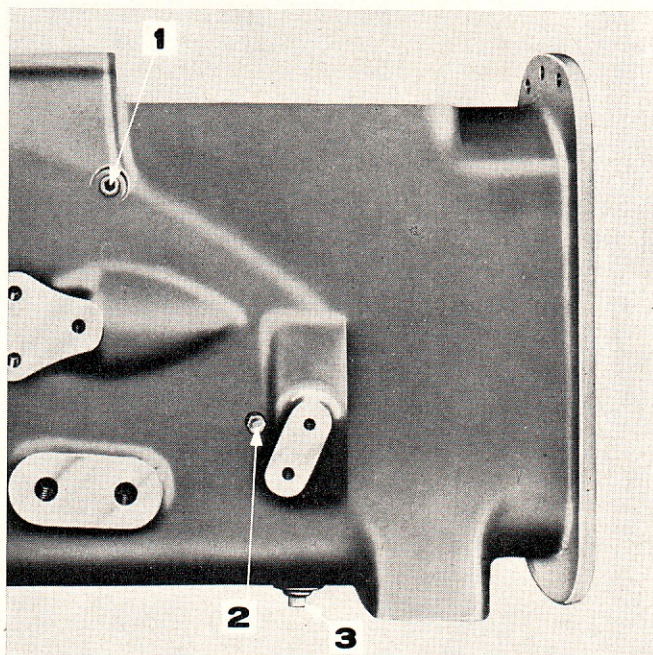

Figure 28: Côté gauche de la transmission
3. Si nécessaire, retirer le bouchon vissé sur le côté gauche du carter de transmission (fig. 28) et déposer le bonhomme de verrouillage de l'alésage.
1. Déposer la vis de retenue d'arbre de renvoi de marche arrière placée à l'extérieur du carter de transmission (fig. 28). Pousser l'arbre de renvoi vers l'avant et retirer la fourchette 4ème/6ème.
3. Fixer l'arbre avec la vis de retenue et la rondelle d'étanchéité recouverte de caoutchouc, à travers le côté gauche du carter de transmission (fig. 28).
1. Si nécessaire, insérer le bonhomme de verrouillage dans l'alésage du côté gauche du carter de transmission et reposer le bouchon fileté (fig. 28).